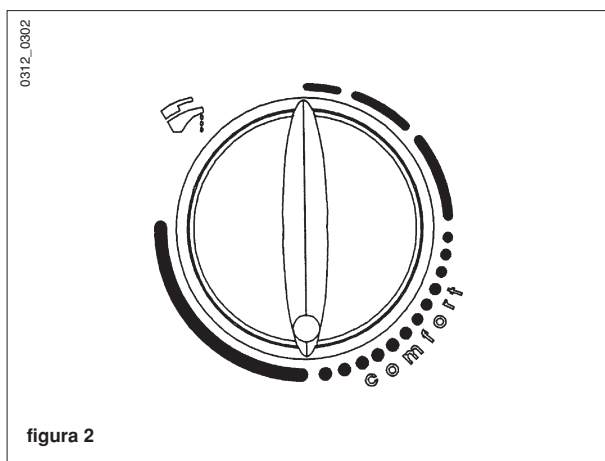

figura 2
E' consigliabile, per un contenimento energetico, posizionare la manopola in "--comfort--" (figura 2). In inverno si renderà necessario aumentare la temperatura dell'acqua sanitaria in relazione ai valori desiderati.
*La válvula del gas está provista de un dispositivo de modulación electrónica de la llama en función del posicionamiento del botón (6) de regulación del agua sanitaria y de la cantidad de agua tomada.*
*Para limitar el consumo energético, se aconseja posicionar el botón en "--comfort--" (figura 2). En invierno será necesario aumentar la temperatura del agua sanitaria según los valores deseados.*